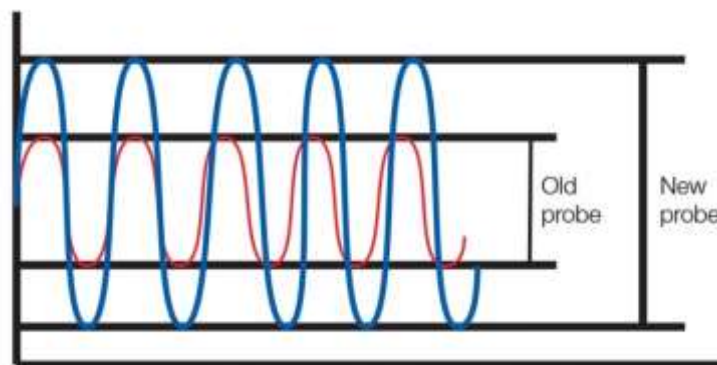

Рис.1. - Максимальне та мінімальне значення амплітуди більше не досягаються, визначення багатой/збідненої суміші більше не виконується.
- максимальне та мінімальне значення напруги зонда, рис.1.,